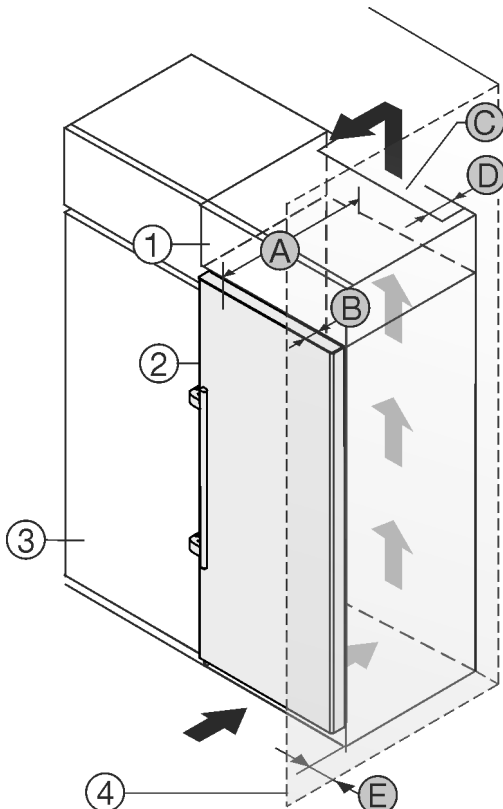

Fig. 2
Установите устройство непосредственно рядом с кухонным шкафом Fig. 2 (3)*.
На задней стенке дополнительного шкафчика должен быть вентиляционный канал с глубиной Fig. 2 (D) по всей ширине этого шкафа.*
Нужно соблюдать вентиляционное отверстие Fig. 2 (C) под нижней панелью.*
Если устройство установлено на шарнирах у стены Fig. 2 (4), то расстояние между устройством и стеной должно быть не менее 57 мм. Настолько выступает ручка при открытой дверце.*
Чтобы можно было полностью открыть двери, устройство должно выступать на глубину двери Fig. 2 (B) относительно передней стенки кухонного шкафа. В зависимости от глубины кухонных шкафов Fig. 2 (3) и использования пристенных распорок устройство может выступать и больше.*